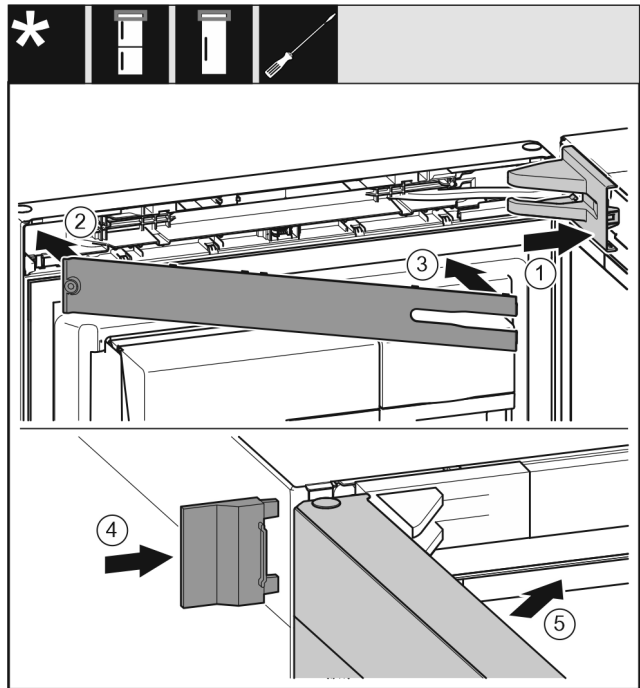

Fig. 51
- ▶ Sätt på lagerbocksskyddet och klicka fast det; skjut ev. försiktigt isär det. Fig. 51 (1)
- ▶ Sätt på panelen. Fig. 51 (2)
- ▶ Vrid in och tryck fast panelen. Fig. 51 (3)
- ▶ Skjut på det yttre skyddet. Fig. 51 (4)
- ▶ Stäng den övre dörren. Fig. 51 (5)